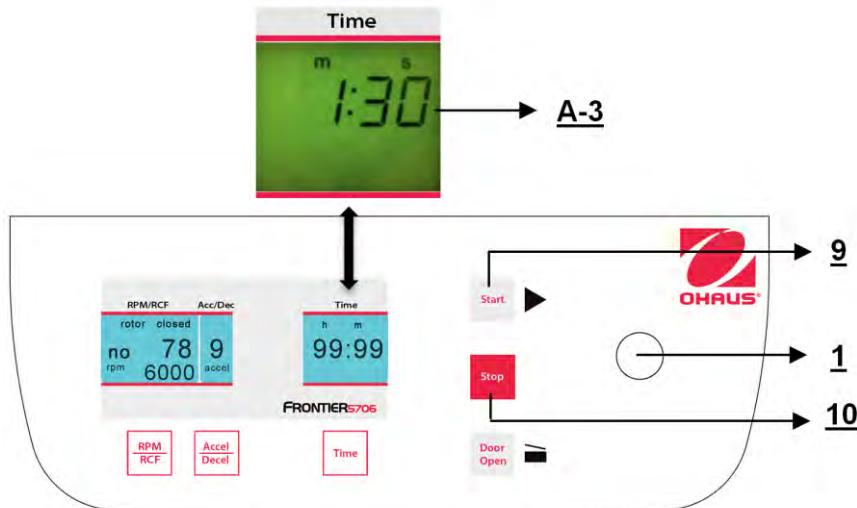

Figura 22
Para arrancar la centrífuga, asegúrese de que la tapa esté cerrada y luego presione el botón "**Start**" (9), (vea la Figura 22). Con el botón "**Start**" (9) puede iniciar operaciones con parámetros preseleccionados manualmente. Cuando el tiempo de operación preseleccionado respectivo ha finalizado, la centrífuga para automáticamente, o puede interrumpir cada operación con el botón "**Stop**" (10).